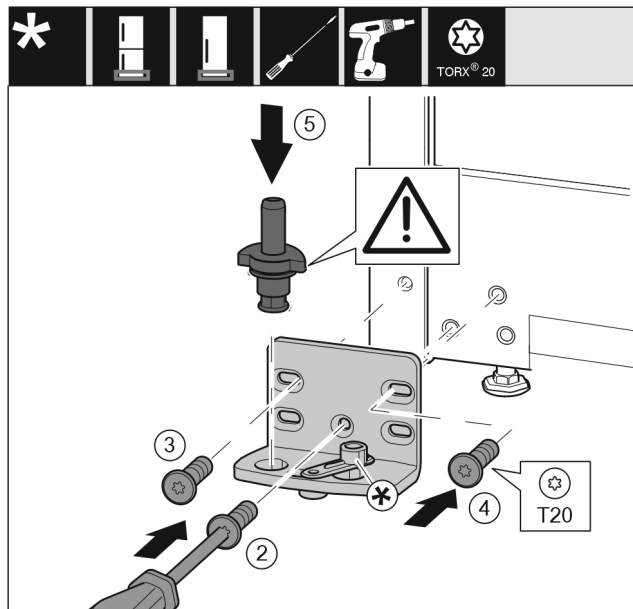

Fig. 16
- ▶ Aplicați suportul de lagăr pe partea opusă și înșurubați-l cu ajutorul unei șurubelnițe. Începeți cu șurubul Fig. 16 (2) de jos din centru.
- ▶ Înșurubați ferm șurubul Fig. 16 (3) și șurubul Fig. 16 (4).
- ▶ Introduceți complet bolțul de lagăr Fig. 16 (5). Aveți grijă aici ca respectiva camă de fixare să fie îndreptată către înapoi.